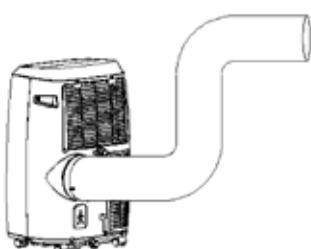

Fig. 6
- Som visas i bild 6, ska avloppsslangens anslutas ordentligt (endast för användning av uppvärmningsmodell).